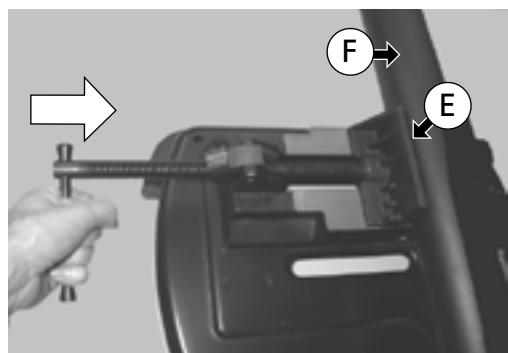

Abb. 17
3. Das Werkstück (F) einlegen und den Griff in Pfeilrichtung drehen (siehe Abb. 17), bis die Vorderseite der Spannvorrichtung Kontakt (E) mit dem Werkstück (F) hat.